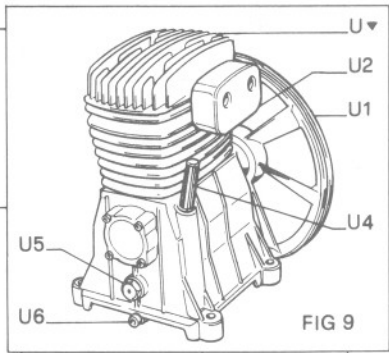
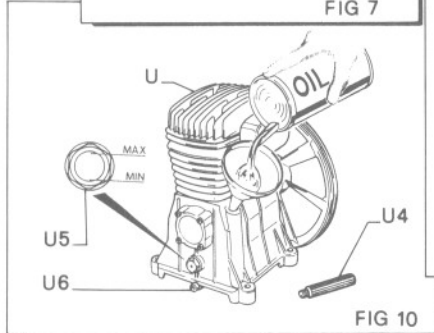
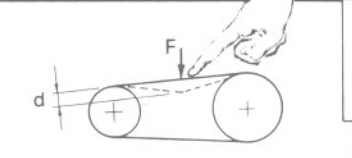

FIG 9
FIG 10
FIG 17
- Montar las ruedas (O) y componentes (L-O) como la fig. (7-8). Controlar la corriente de la chapa (N) con los valores reales del lugar de la instalacion (tolerancia +/-10% voltaje nominal).
- Comprobar el nivel del aceite en el visor (U5) y si es necesario rellenar a traves del respiradero (U4) (fig. 10). El nivel en la mirilla inferior es peligroso para el buen rendimiento del cabezal mientras si es demasiado hay un pasaje de aceite en el aire comprimido utilizado.
- Sustituir el aceite a las 100 horas y sucesivamente cada 300 horas (tapon de descarga U4 y descarga U6 de fig. 9) usar aceite mineral APICC Sae 20 para modelos monofásicos y Sae 40 para modelos trifásicos (para climas fríos se aconseja Sae 20). No mezclar calidades diferentes. Para variación de color (blancuzco=presencia de agua - muy oscuro=aceite recalentado) se aconseja el cambio inmediato del aceite. Apretar bien el tapon (U6) al restablecimiento asegurarse de no tener pérdidas durante la utilización. Mantener el nivel del aceite a la altura de la muesca roja central (fig. 10) controlándolo semanalmente para asegurar en el tiempo la correcta lubricación.
- La humedad del aire, que se condensa en el depósito (H) debe de ser descargada cada semana a través del grifo (P) como se indica en fig. (16) sea para conservar el depósito como para no limitar su capacidad. Para la conservación del medio ambiente el aceite de las condensadas deberá ser tratado según la normativa en vigor.
- La transmisión por correa obliga a una buena limpieza y tensión de la misma porque de no estar bien tensada se verifican deslizamientos sobre la polea con recalentamiento, desgaste de la misma y pérdida de rendimiento. Si demasiado tensada se verifica un mayor esfuerzo en los cojinetes con un mayor desgaste y recalentamiento del motor. El valor de tensado se puede considerar correcto si, apretando con un dedo en la zona intermedia, se obtiene una flexión de ca. 0,6-0,8 cm (fig. 17). En las versiones B1900, B2500, B3000 (Serie RAIDER) la tensión está reglada